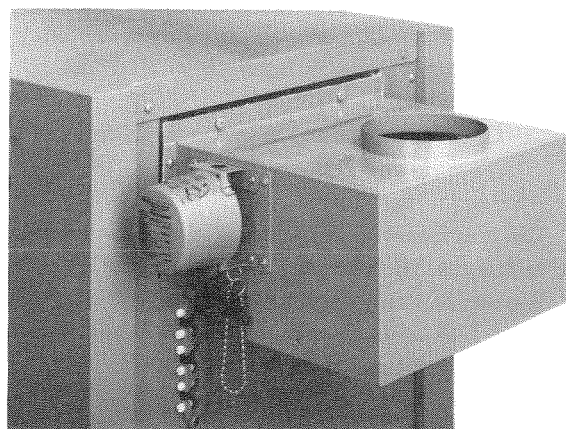

Abb. 22
2. Schraube im Meßstutzen ① lösen (nicht herausdrehen) und U-Rohr-Manometer anschließen.
6. Der Arretierknopf am Abgasklappenmotor (falls vorhanden) darf **nicht** eingesteckt sein (Abb. 22).